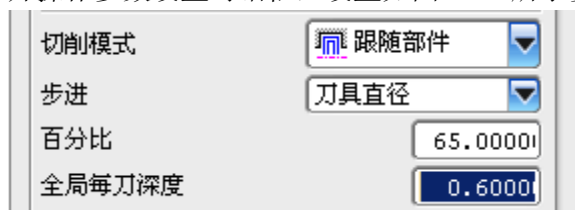

图 9-63
- 单击 OK，打开操作参数设置对话框，设置如图 9-63 所示参数。